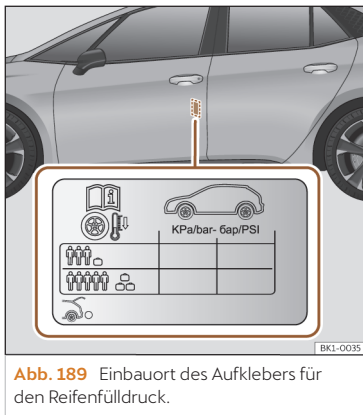

Abb. 189 Einbauort des Aufklebers für den Reifendruck.
- Passen Sie bei größerer Zuladung den Reifendruck entsprechend an >>> (Abb. 189).
Die Angaben zum Reifendruck befinden sich auf dem Aufkleber an der Fahrertürsäule >>> (Abb. 189).
Der Reifendruck muss der aktuellen Fahrzeugbelastung angepasst werden. Wenn das Fahrzeug voll beladen werden soll, muss der Reifendruck entsprechend dem auf dem Reifendruck-Aufkleber angegebenen maximalen Wert erhöht werden >>> (Abb. 189).
Füllen Sie bei einem minimierten Notrad (125/70 R16 oder 125/70 R18) auf einen Druck von 4,2 bar, gemäß Angabe auf dem Aufkleber mit den Reifendruckwerten >>> (Abb. 189).
- Der Fahrer ist verantwortlich für den richtigen Reifenfülldruck an allen Reifen am Fahrzeug. Der empfohlene Reifenfülldruck befindet sich auf einem Aufkleber >>> (Abb. 189).
- Immer den richtigen Reifenfülldruck am kalten Reifen einhalten, wie auf dem Aufkleber angegeben >>> (Abb. 189).